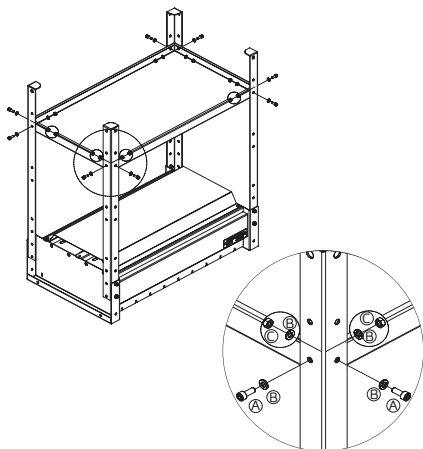

Рис. 13.
- Взять полку (поз. 4) для комплектации «Стандарт»; полку (поз. 11) для комплектации «Оптима»/ «Премиум» или полки (поз. 11) и (поз. 27) для комплектации «Люкс» и установить к ножкам, как показано на рис. 13, 14, 15, 16. (Для комплектации «Люкс» установить полки поочередно: верхнюю, затем нижнюю полку).